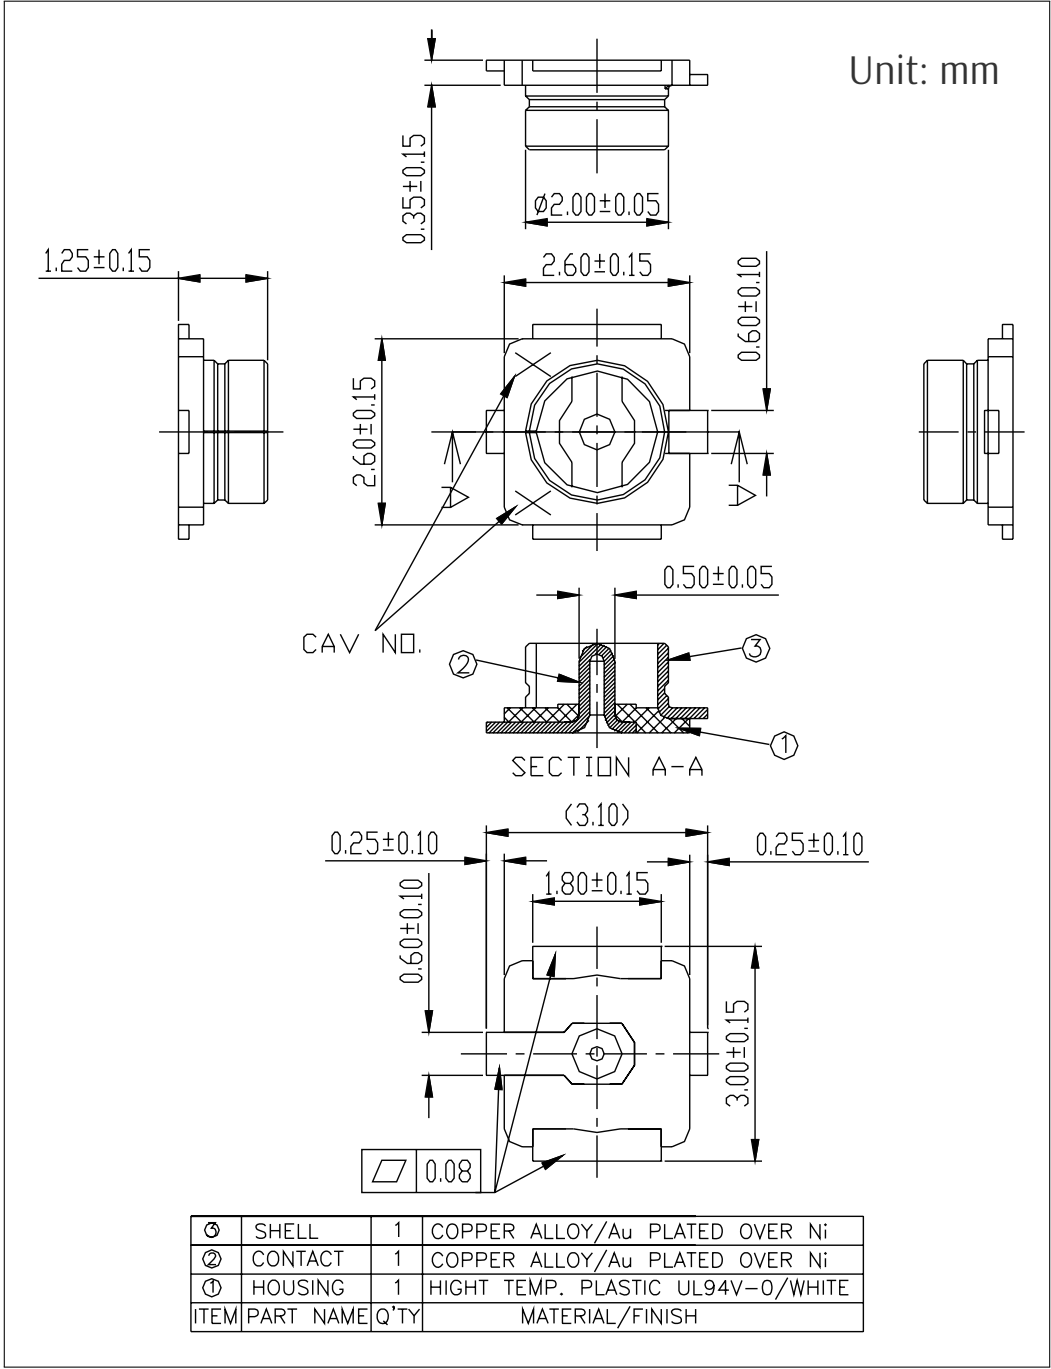

图 10-3. 外部天线连接器尺寸图
ESP32-C3-WROOM-02U 采用图 10-3 外部天线连接器尺寸图 所示的第一代外部天线连接器，该连接器兼容：
- 接口规格与模组天线连接器接口匹配，参考图 10-3 外部天线连接器尺寸图